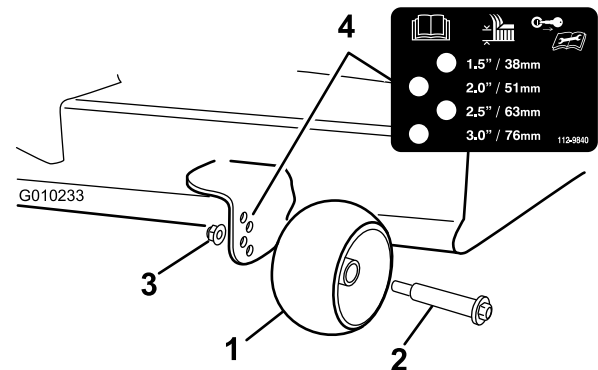
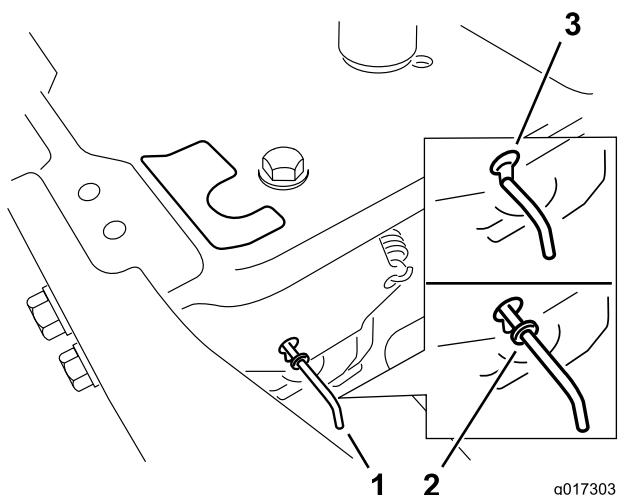

Bild 23
Bild 27
3. Stellen Sie die Antiskalpierrollen so ein, wie in Bild 23 dargestellt, dass sie der nächsten Schnitthöheinstellung entsprechen.
in Bild 23/Bild 27 dargestellt. Wiederholen Sie dies für jeden Hebel.
Schieben Sie die Bypasshebel nach hinten durch das Schlüsselloch und nach unten, um sie zu arretieren, wie in Bild 27 dargestellt. Wiederholen Sie dies für jeden Hebel.